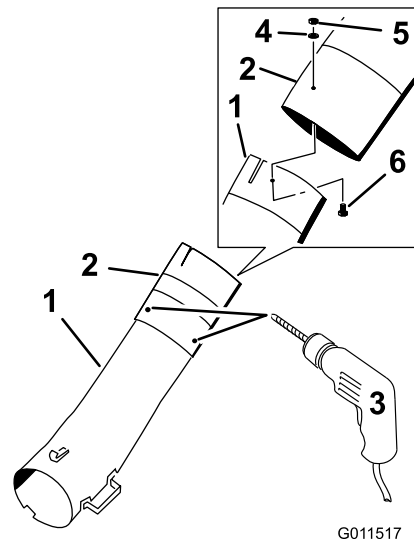

Figura 21
3. Usando los tres taladros o muescas del tubo intermedio como guía, perfore tres taladros (7/32" de diámetro) en el punto de unión de los tubos inferior e intermedio (Figura 21).
4. Instale provisionalmente los tubos inferior e intermedio con 3 pernos (N° 10 x 3/4"), 3 arandelas planas (7/32"), y 3 contratuercas (N° 10) (Figura 21).